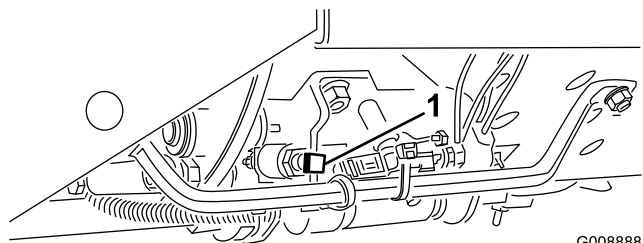

図 31
**重要** 刈り込み速度は、出荷時に 9.7 km/h に調整されています。ストップねじ（図 31）の調整で速度を上げることができます。